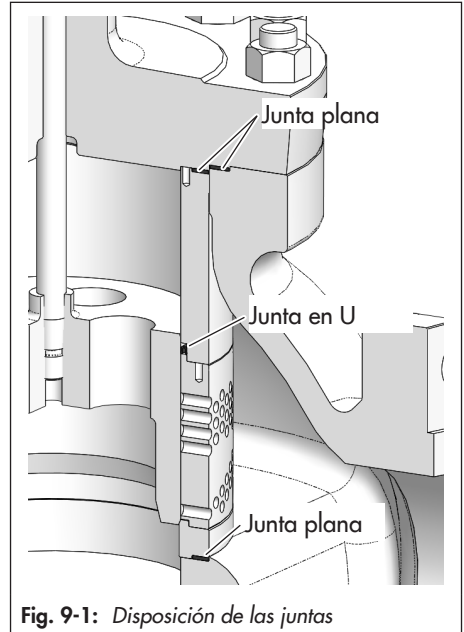

Fig. 9-1: Disposición de las juntas
2. Colocar las juntas nuevas, tener en cuenta la correcta alineación y posicionamiento/centrado de las juntas individuales, ver Fig. 9-1.